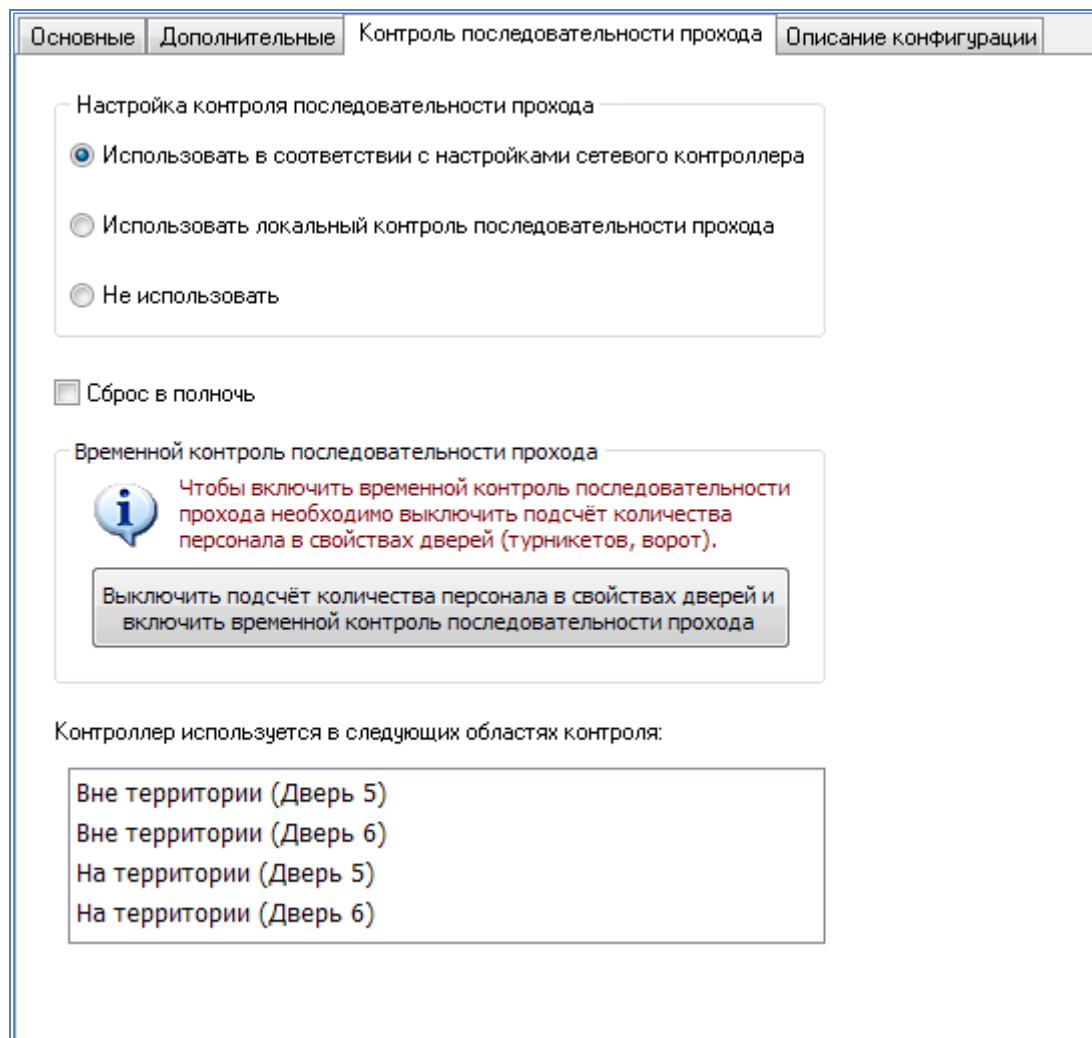

Рисунок 43 – Настройки контроля последовательности прохода при включенном подсчёте количества персонала в свойствах дверей
**Внимание!** Режим временного контроля последовательности прохода доступен для контроллеров имеющих номер версии встроенного ПО 2.53 или старше и установленный модуль расширения памяти. Кроме того, для работы этого режима должна быть включена опция «**Расширенные возможности настройки**» и выключена опция «**Вести подсчёт количества персонала в областях контроля**» в свойствах дверей (турникетов, ворот) (рисунок 43).